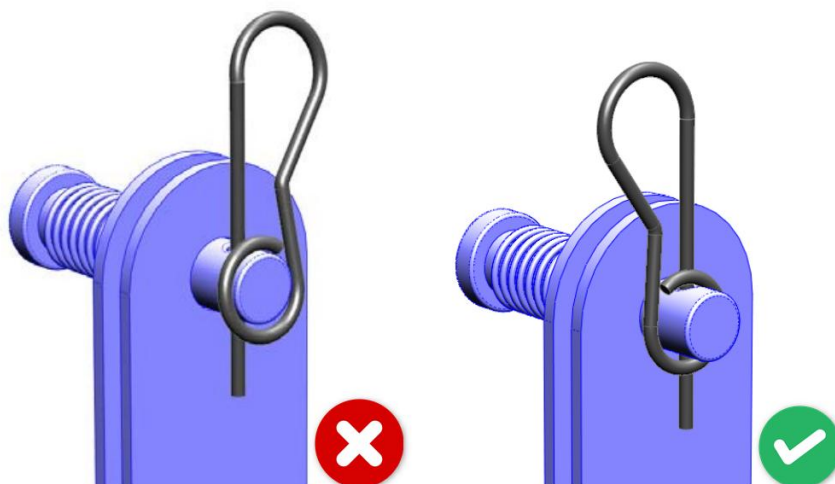

Fig. 13
9. Pour fixer correctement la goupille, appliquez le clip comme indiqué sur la Fig. 13.